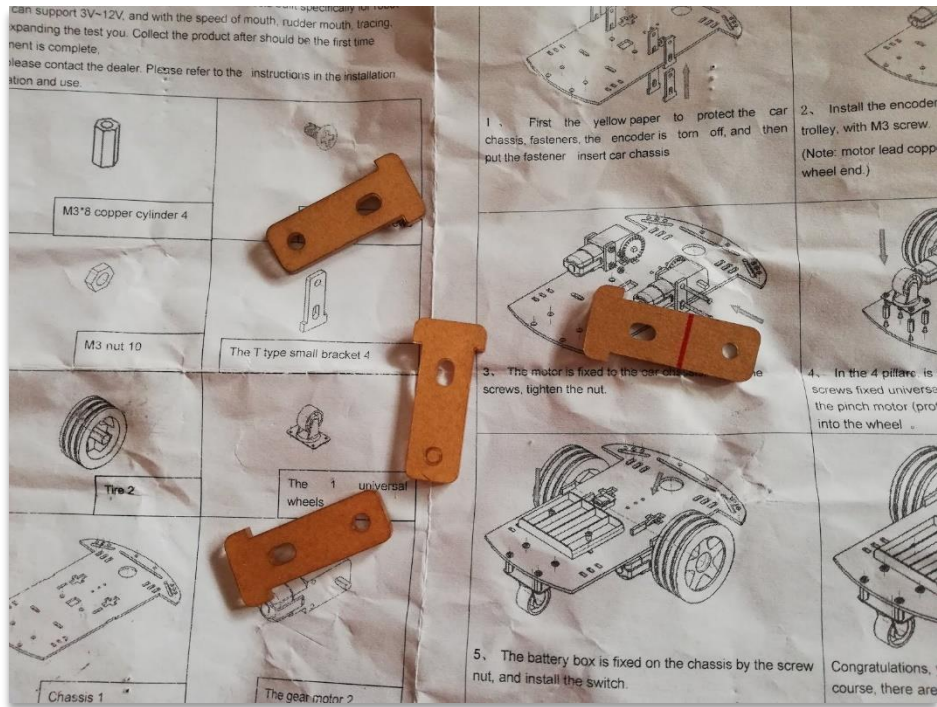

Fig. 1
- Asamblarea şasiului şi montarea motoarelor după următoarea schiţă(Fig. 1):